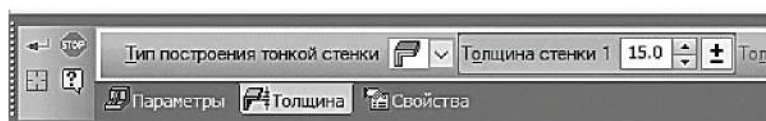

Рисунок 3.57. Свойства ребра жесткости
3.3.9 В поле **Толщина стенки** введите значение s (в соответствии с вариантом) (рисунок 3.57).